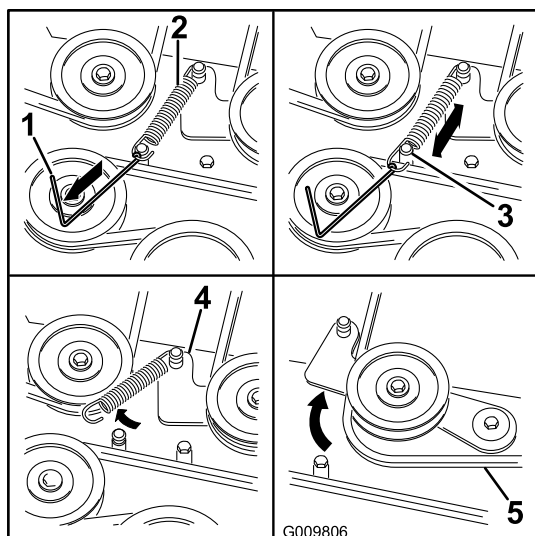

Figura 74
7. Usando una herramienta para la retirada de muelles (Pieza Toro N° 92-5771), retire el muelle tensor del espárrago de la carcasa para eliminar la tensión de la polea tensora (Figura 74).
10. Pase la correa nueva alrededor de las poleas del cortacésped y de la polea del embrague, debajo del motor (Figura 74).
11. Usando una herramienta para la retirada de muelles (Pieza Toro N° 92-5771), instale el muelle tensor sobre el espárrago de la carcasa y tense la polea tensora y la correa (Figura 74).